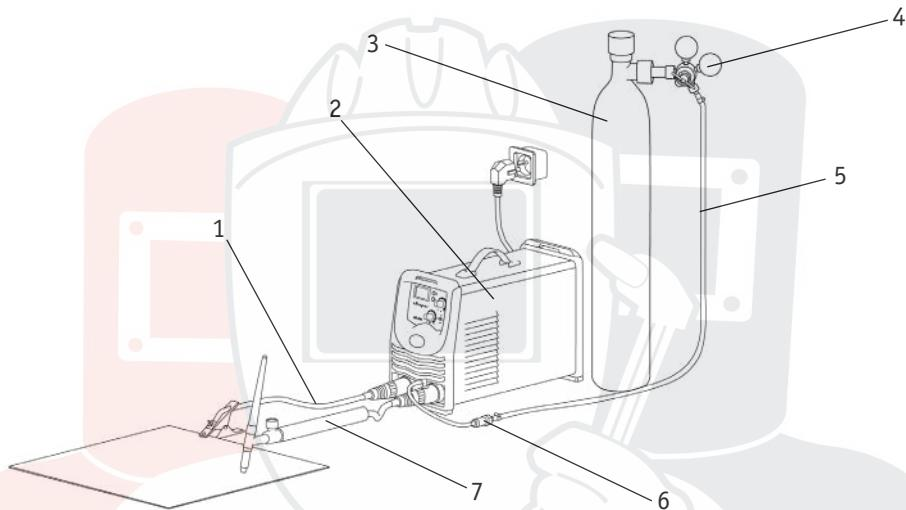

Рис. 11.1. Схема подключения оборудования.
2. На передней панели сварочного аппарата имеется два панельных разъема: «+» и «-». Подключите вентильную горелку для аргонодуговой сварки в разъем «-», а клемму заземления подключите в разъем «+» (См. рис. 11.1).